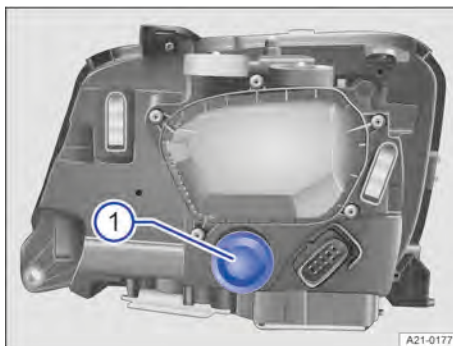

Fig. 144 En el compartimento del motor: tapa del faro de xenón.
3. Desmonte la tapa de goma de la parte posterior del faro → Fig. 144 ①.
8. Coloque la tapa de goma en la parte posterior del faro → Fig. 144 ①.